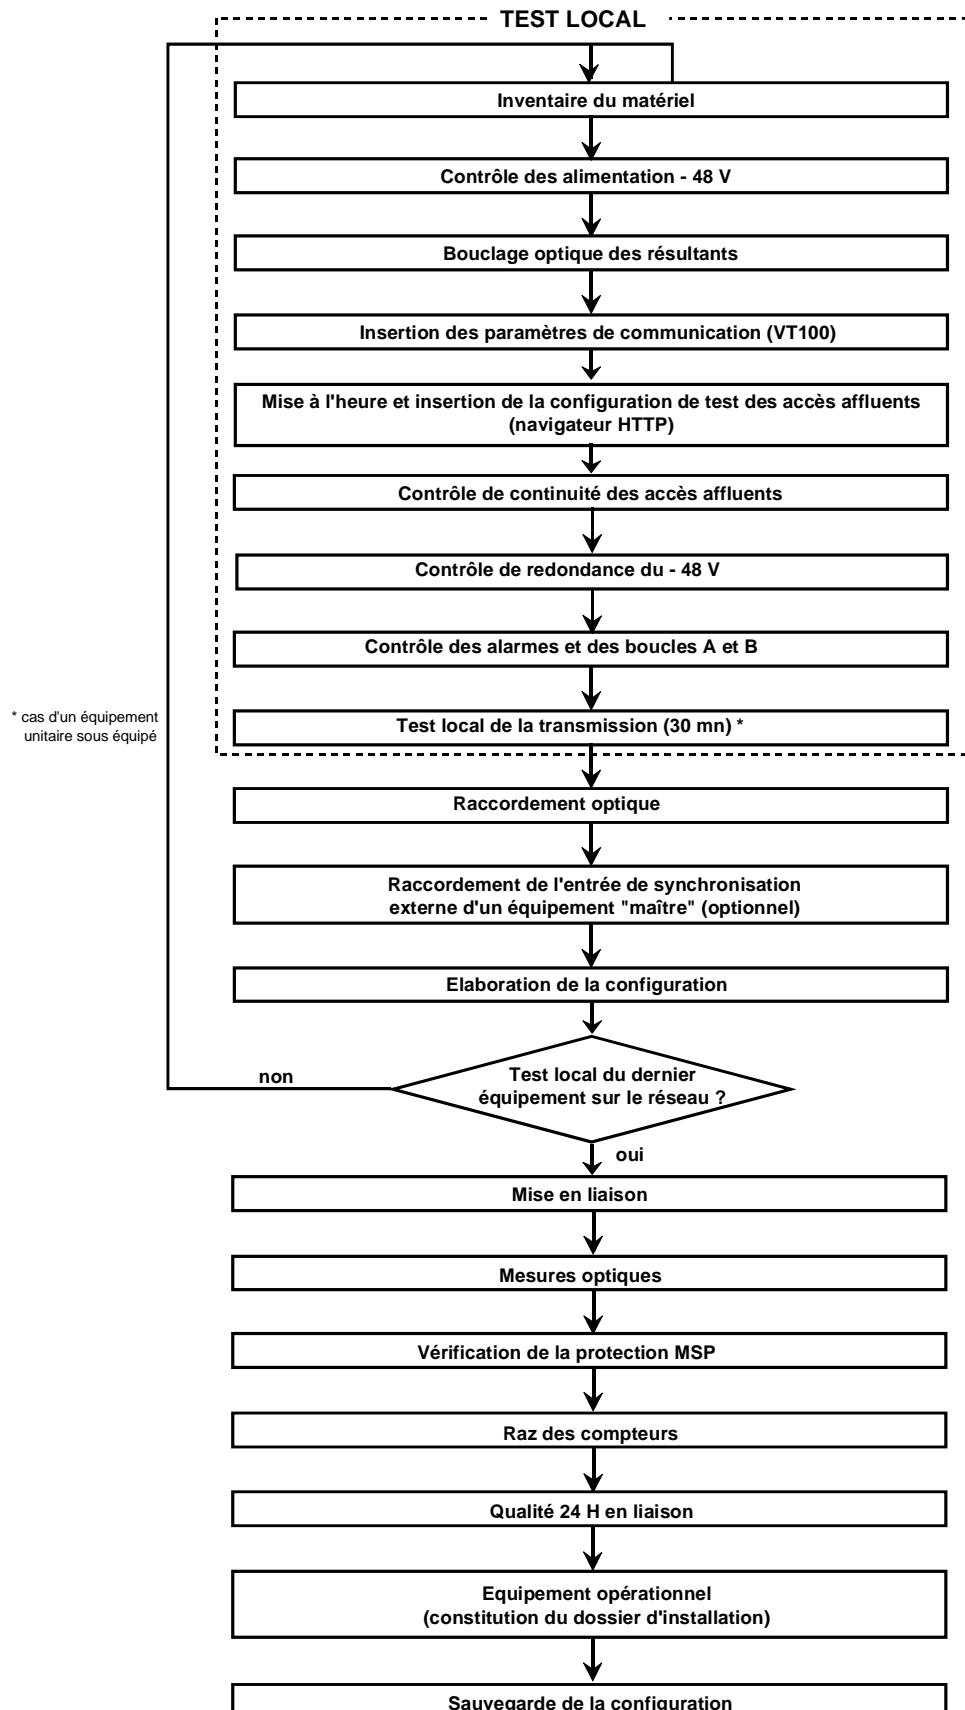

Figure 1-10 - Processus de mise en service d'un réseau d'ADR 155C
- ☞ Effectuer les tests des liaisons STM-1 en respectant le processus décrit à la Figure 1-10.